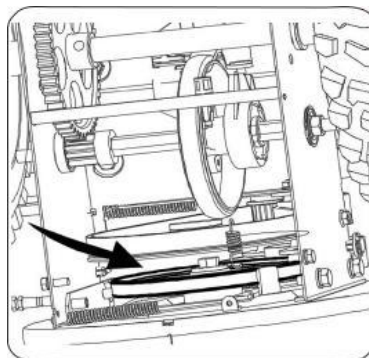

Рисунок 30
4. Спустите приводной ремень со шкива и пропустите его между фрикционным колесом и диском фрикционного колеса (см. рис.30).